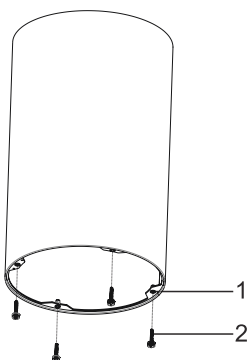

Fig. 12
6. ➡ Skruva fast de 4st medföljande 10x3,5-skruvorna ordentligt i de 4 gängorna (Fig. 12)